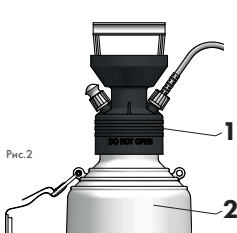

Рис.2
**Не следует откручивать головку (рис. 2/поз. 1) бака (рис. 2/поз. 2).**